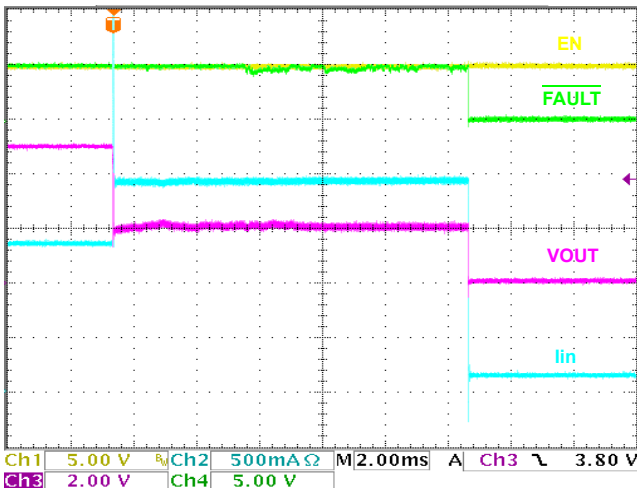

図 11. 1.5A パリエーションにおける  $I_{LIM}$  の波形
ISL6186 ファミリは、+2.5V ~ +5V の電圧範囲に対応したシングルチャネルの過電流 (OC) フォルト保護 IC です。ISL6186 ファミリの各タイプは、電源制御用の 45mΩ P チャネル MOSFET パワースイッチを内蔵しています。2.5V ~ 5V のロジックに対応したイネーブル入力とフォルト出力により、外部制御 / 通知が可能です。また、内蔵のパワースイッチは、電流モニタリング、高精度の電流リミット、逆バイアス保護、ターンオフまでの電流リミット適用ディレイ期間によってシステムの信頼性を確保しています。電流不足時や過電流時など代表的な動作時の波形については、図 11 ~ 27 を参照してください。
連続負荷電流定格が 1.5A の ISL6186 ファミリにおける電流リミットモードを図 11 に示しました。この図で示されている電流リミットの範囲は、ターンオフになりフォルト信号がアサートされるまでの約 12ms です。